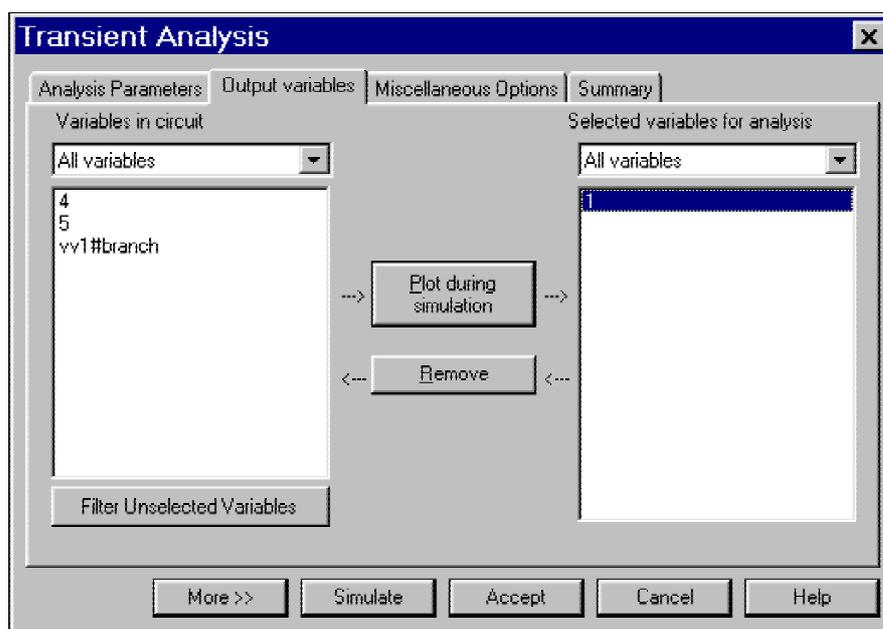

Fig. 19 Selección de las variables a analizar
- El siguiente paso es indicar que variables queremos simular. Para esto iremos al submenú OUPUT VARIABLES. Ver Fig. 19.